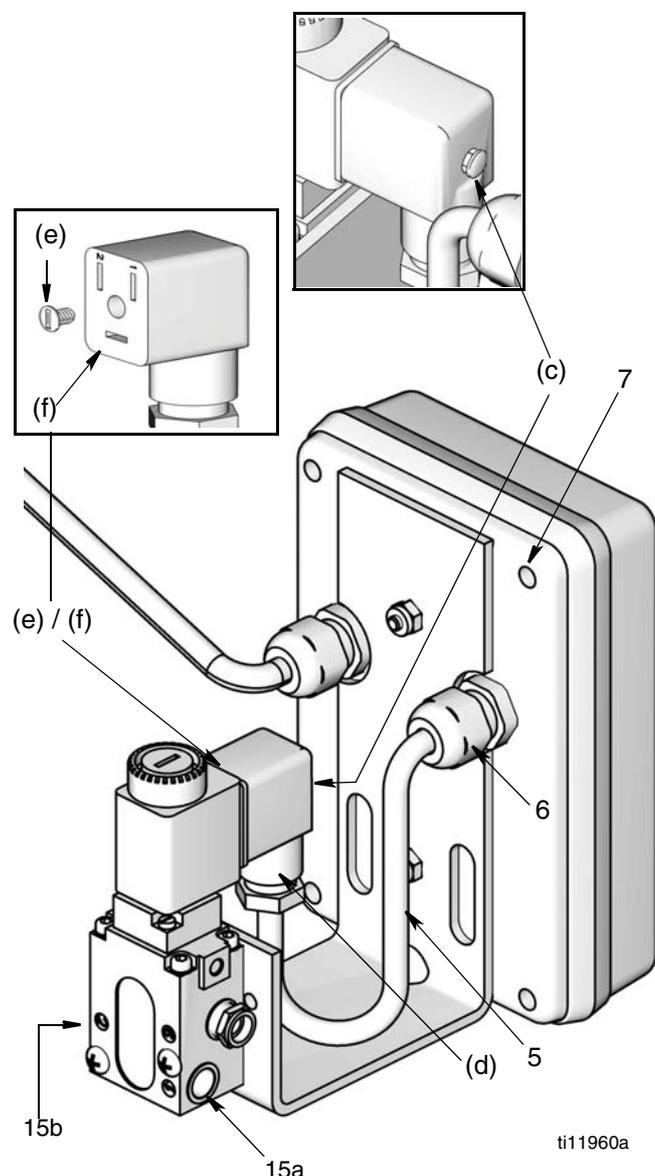

FIG. 1
1. Collegare l'ingresso della linea dell'aria alla porta (15a) (FIG. 1) sul PAC.
2. Collegare l'ingresso dell'aria della pompa alla porta (15b) (FIG. 1) sul PAC.
Se non indicato diversamente, vedere FIG. 1 per i numeri di riferimento inclusi nelle presenti istruzioni.